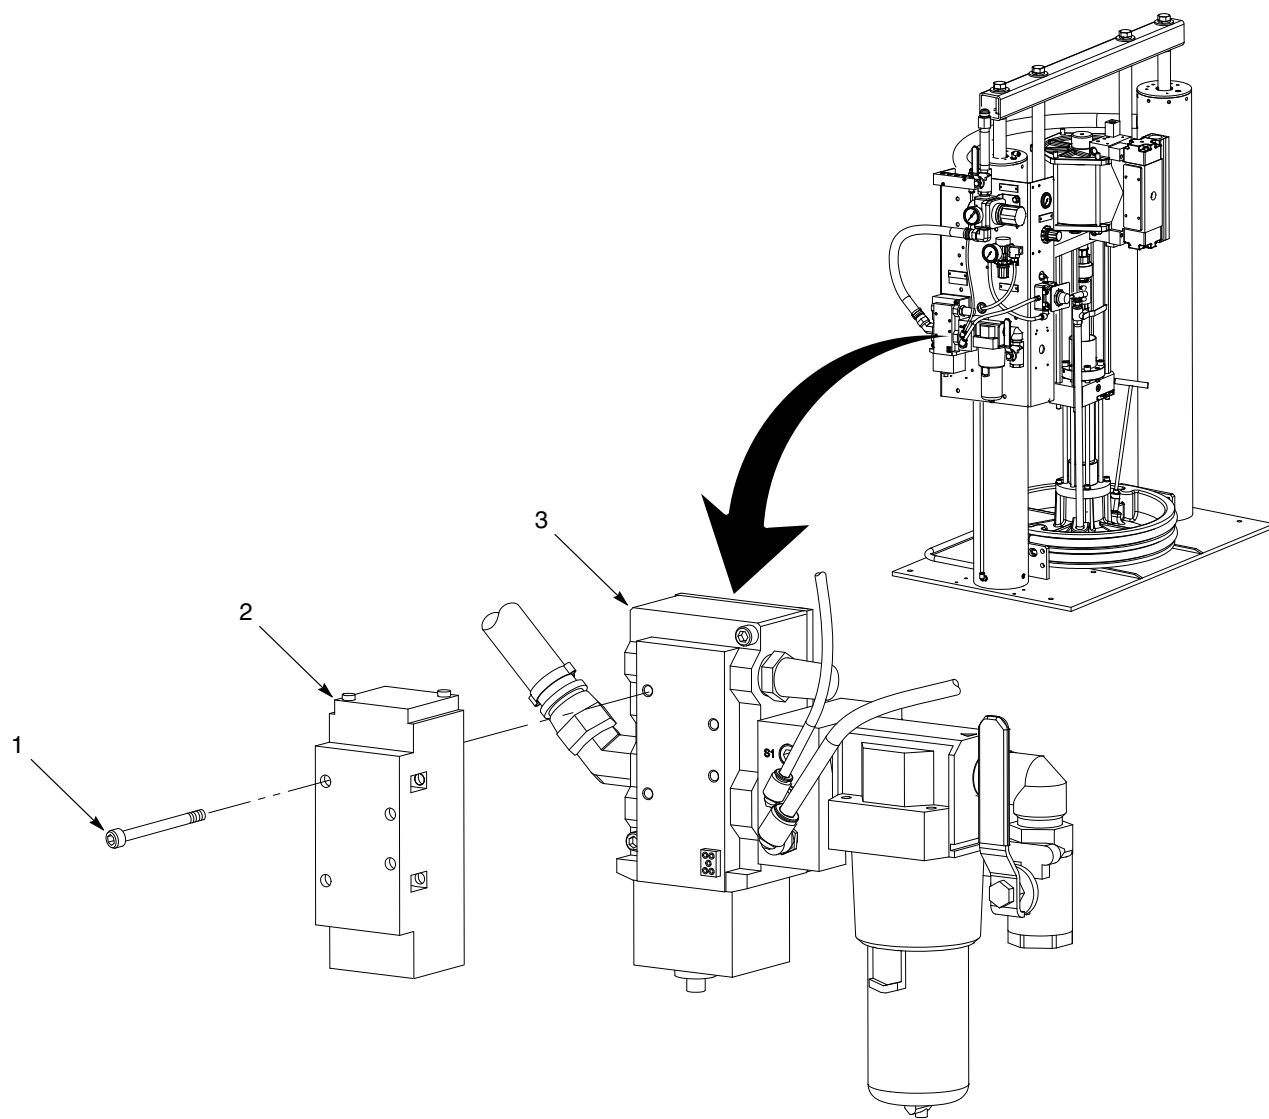

图 5 典型气动马达控制阀安装
1. 详见图5。使用螺钉(1)将所需的气动马达控制阀(2)安装到气动马达控制阀底座(3)。拧紧螺钉。